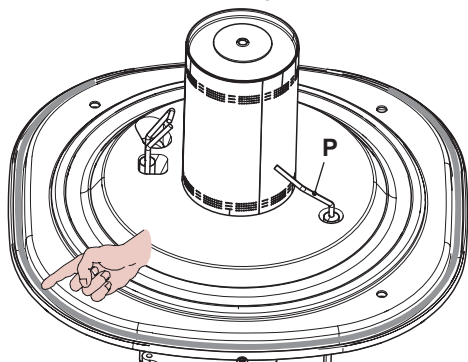

Figura 9.13
- La guarnizione in silicone della parete frontale della camera di combustione Figura 9.13 deve essere cambiata se deteriorata e comunque deve essere obbligatoriamente sostituita ogni 2 anni.
- L'elettrodo di rivelazione P in Figura 9.13